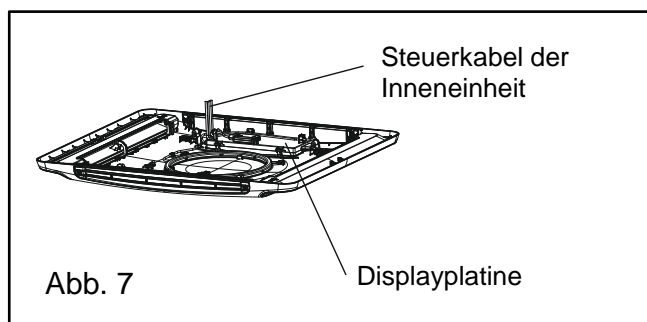

Abb. 7
2. Die Inneneinheit hat ein Steuerkabel mit einem Stecker, wie in Abb. 7 gezeigt.